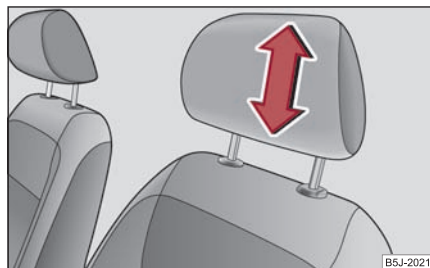

Fig. 65 Reglarea tetierei
- Cuprindeți tetiera cu ambele mâini de părțile laterale și împingeți în sensul tijelor de ghidare din metal, săgeata ⇒ fig. 65 în sus sau în jos.